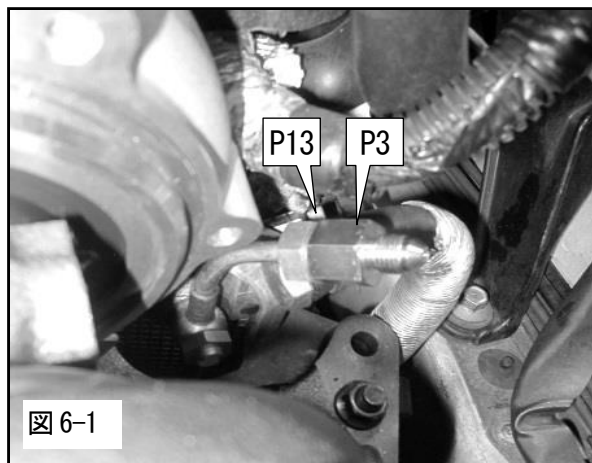

図 6-1
(1) 純正のオイルラインのネジ部(図 1-5 ジョイント部)にオイルライン変換アダプタを取付けてください。(図 6-1)